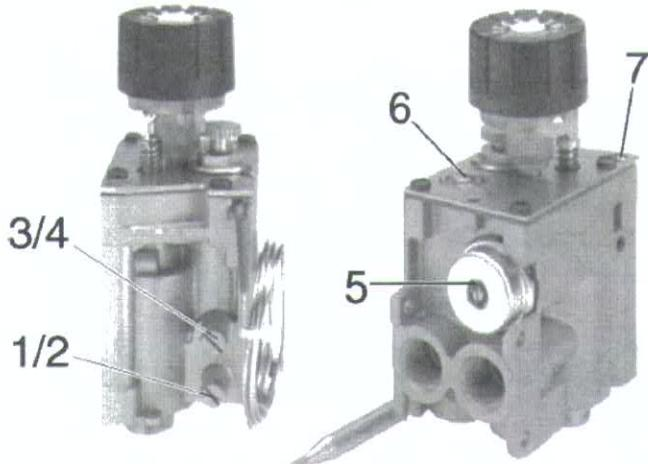

Рис. 19
- Винтом 6 (рис. 19) установите минимальное давление в соответствии с таблицей 4, стр. 21. Вращение винта по часовой стрелке снижает интенсивность горения, против часовой стрелки – увеличивает.
**⚠ Важное замечание для настройки минимальной мощности при работе на пропане (G31). Винт малого расхода (поз. 6 на рис. 19) полностью завинтите. Это позволит установить оптимальное давление для данного вида газа.**
Пламя пилотной горелки должно быть достаточным, чтобы нагревать термопару и обеспечивать надежный поджиг основной горелки. Если размер пламени недостаточен для нагрева термопары или поджига горелки, жиклер запальника должен быть очищен или заменен. Слишком большое пламя пилотной горелки можно уменьшить винтом 7 (см. рис. 19). При регулировке поворачивайте винт минимум на один оборот.